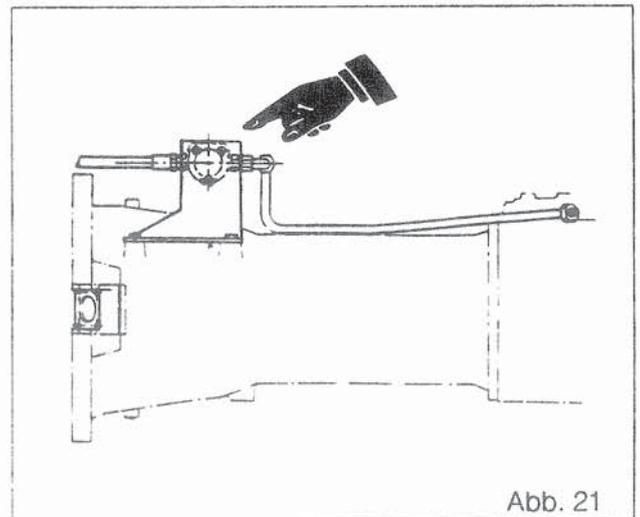

Abb. 21
**Alle 500 Stunden das rechts vom Getriebe befindliche Element** des Hochdruckfilters ersetzen (Abb. 21).